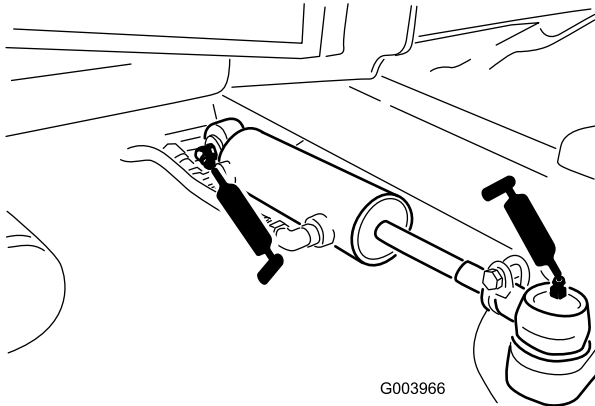

Bild 82
- Lenkzylinder-Kugelgelenke (2) (Bild 82)